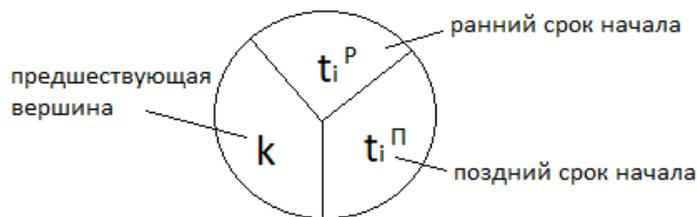

Рисунок 4
3. Вычисляют до тех пор, пока не дойдут до конечной вершины. Для удобства записи вводят следующее семантическое выражение (рисунок 4):